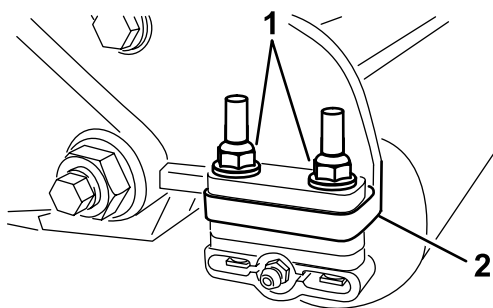

Figura 1
- Remova as duas porcas de bloqueio flangeadas e duas anilhas que prendem cada suporte do rolo às placas laterais (Figura 1). Não retire os parafusos.